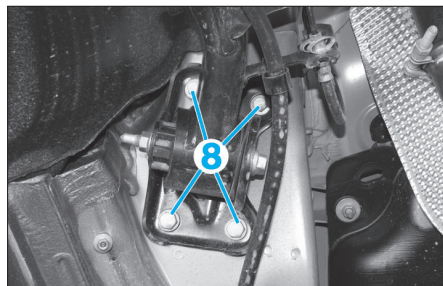

Fig. 67
- les vis de fixation des chapes (8) (Fig.67),